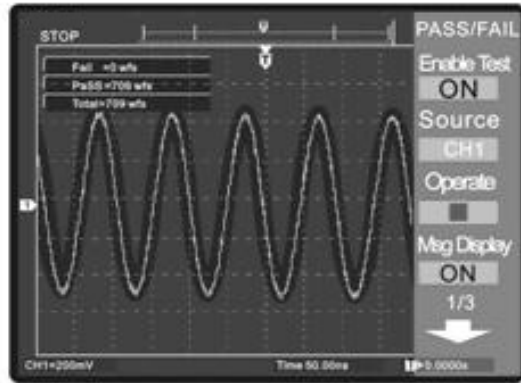

图 3-8 通过失败测试波形
- 6、按下操作键由  变为  时，检测开始，显示信息随之变化，如图 3-8 所示。